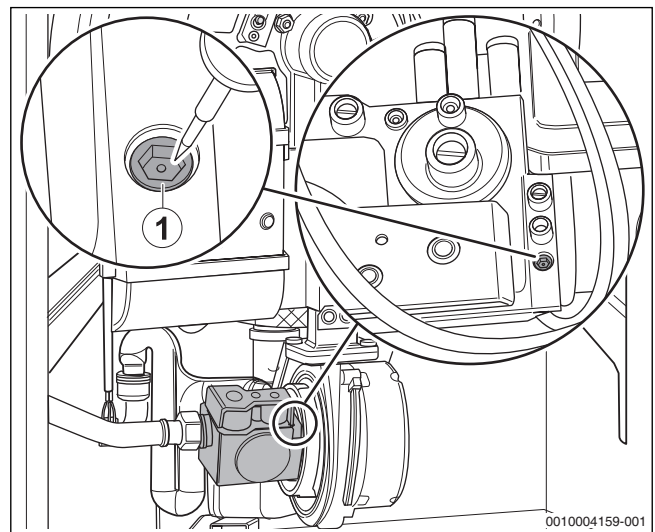

Bild 51 CO₂-Einstellung bei Volllast vornehmen
- ▶ Bei CO₂-Werten unter 8,5 % oder über 9,6 % die Einstellung an der Großlast-Einstellschraube korrigieren (→ Bild 51, Seite 28, und Tabelle 8).
- ▶ Bei CO₂-Werten unter 9,8 % oder über 10,8 % die Einstellung an der Großlast-Einstellschraube korrigieren (→ Bild 51, Seite 28 und Tabelle 9).